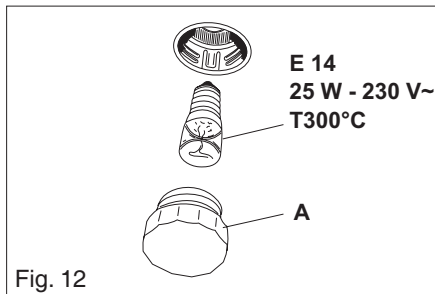

Fig. 12
La lampe du four utilisée est conçue de manière à résister aux températures élevées. Pour la remplacer, démonter le verre de protection (A) et remplacer la lampe usée par une lampe équivalente. Remonter le verre de protection (fig 12).